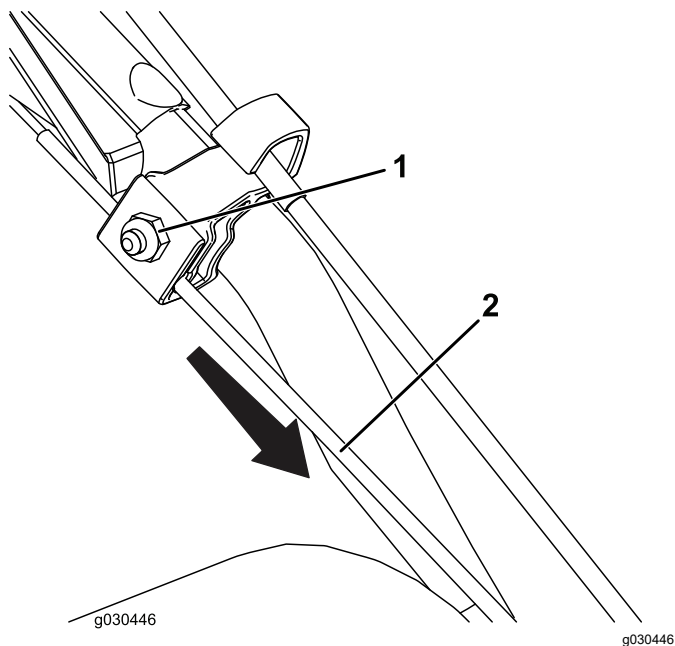

Figura 27
1. Slăbii piulia de pe clema de cablu superioară, însă nu o înlăturai (Figura 27).
2. Trageți cablul în jos pentru a tensiona cablul (Figura 27).
3. Strângeți piulia (Figura 27).